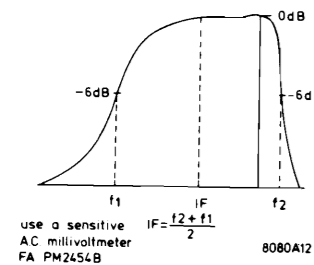

Fig. 2
- 2 Seek the resonance frequency of the ceramic filters. This is the frequency on which adjustments are made. Do this according to Fig. 2. Connect the masses of the generator and the voltmeter to the print, as close as possible to resp. the injection point and test point.
- 2 Zoek de resonantiefrequentie van de keramische filters. Dit is de frequentie waarop wordt afgeregeld. Doe dit volgens Fig. 2. Sluit de massa's van de generator en voltmeter aan op de print zo dicht mogelijk bij respectievelijk het injectiepunt en meetpunt.
- 2 Auf Resonanzfrequenz der keramischen Filter abstimmen. Dies ist die Frequenz, worauf man abgleicht (siehe Abb. 2). Die Massen des Generators und des Voltmeters an Printplatte anschliessen, und zwar möglichst nahe am Injektpunkt bzw. am Messpunkt.
- 2 Rechercher la fréquence de résonance des filtres céramiques. C'est la fréquence à laquelle on ajuste. Procéder comme indiqué en Fig. 2. Brancher les masses de générateur et voltmètre sur la platine aussi près que possible du point d'injection ou du point de mesure.
- 2 Ricercare la frequenza di risonanza dei filtri ceramici. Si tratta della frequenza sulla quale ci si regola. Procedere come alla Fig. 2. Collegare le masse del generatore e del voltmetro alla piastra così vicino possibile al punto d'iniezione o al punto di misura.